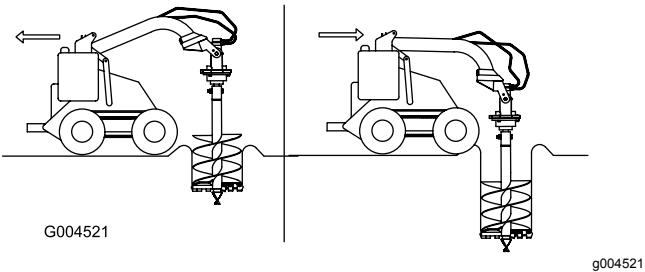

Figure 10
- Abaissez la tarière lentement à mesure que le sol est ameubli. À mesure que vous creusez, avancez ou reculez la machine de manière à maintenir la tarière verticale (Figure 10).